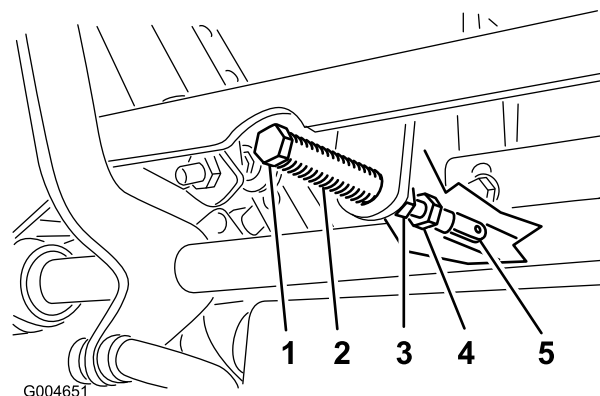

Figure 51
5. Tirez-le ensuite en arrière jusqu'à ce que l'axe de chape (situé sur un bras au-dessus de l'axe de pivot) touche l'extrémité de l'encoche (c.-à-d. commence juste à appuyer sur le ressort), comme montré à la Figure 51.
7. Si un réglage s'impose, desserrez l'écrou et l'écrou de blocage vissés contre la chape (Figure 51).
8. Appliquez une légère pression à l'arrière du levier, et tournez la tête du boulon de réglage dans le sens voulu pour centrer le levier à la position de VERROUILLAGE AU POINT MORT (Figure 51).
9. Serrez l'écrou et l'écrou de blocage (Figure 51).
10. Serrez les écrous de blocage contre les rotules (Figure 51).